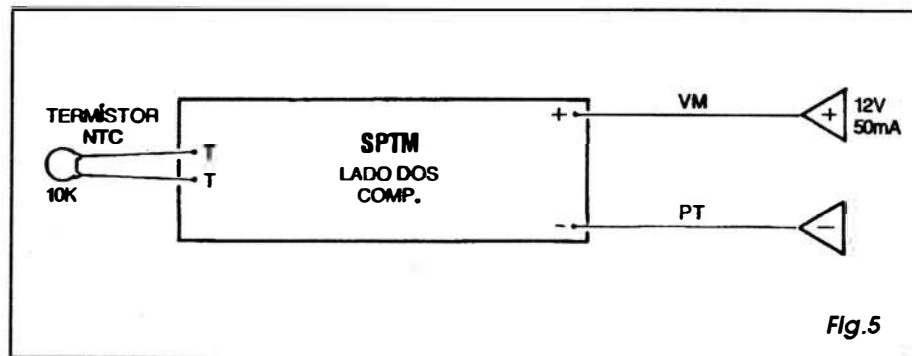

Fig.5
- FIG. 5 - CONEXÕES EXTERNAS À PLACA - Assim como no diagrama anterior, a placa é vista pela sua face não cobreada, só que agora (para não *embana*